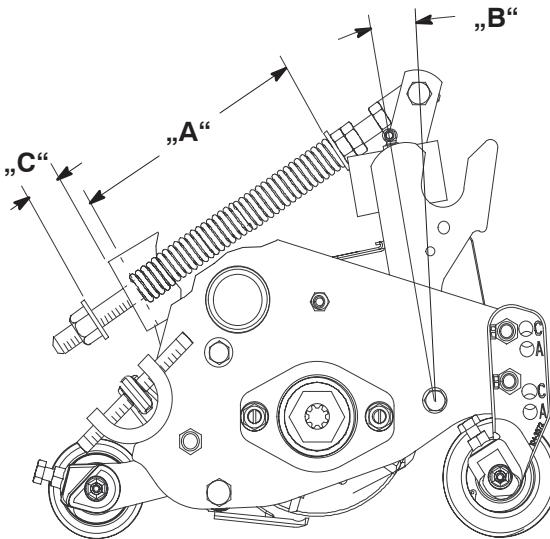

Bild 15
Die Rasenausgleichsfeder (Bild 15), die den Trägerrahmen mit dem Mähwerk verbindet, steuert die für das Mähwerk mögliche Drehung nach vorne bzw. hinten.
1. Ziehen Sie die Sicherungsmutter hinten an der Federstange fest, bis der Abstand (C) zwischen der Federhalterung hinten und der Scheibe vorne **32 mm** beträgt (Bild 15).
2. Ziehen Sie die Sechskantmuttern vorne an der Federstange fest, bis die komprimierte Länge (A) der Feder **159 mm** beträgt (Bild 15).